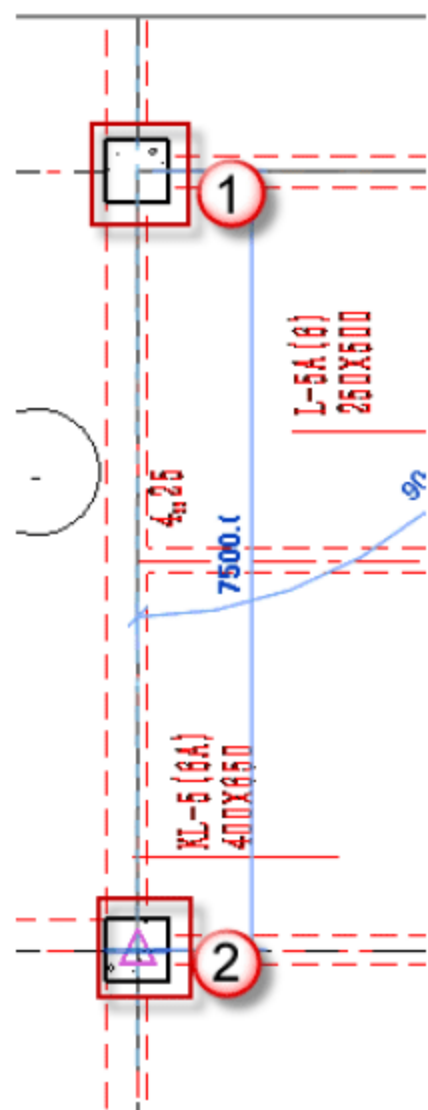

图 4.2.40 绘制 KL-5
(15) 绘制矩形框架梁 KL-5，按快捷键 B+M，放置平面为“标高 2”平面视图，先单击起始柱的中心为起点，后单击终止柱的中心为终点，如图 4.2.40 所示。